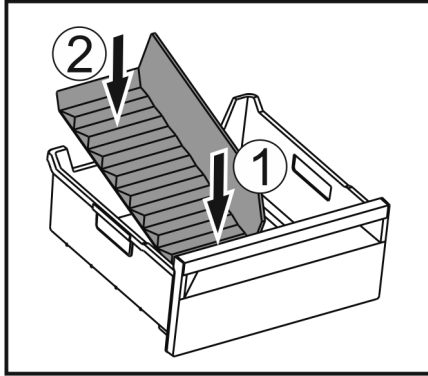

Fig. 159
- Buz bölmesi ayırıcının ön kısmını yerleştirin. Fig. 159 (1)
- Buz bölmesi ayırıcının arka kısmını çekmece tabanına kadar aşağı indirin. Fig. 159 (2)